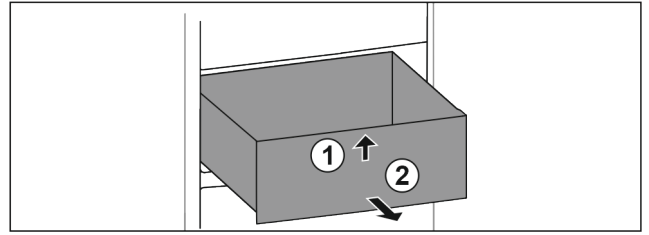

Fig. 96
- ▶ Lade aan de voorkant optillen. Fig. 96 (1)
- ▶ Lade naar voren toe verwijderen. Fig. 96 (2)